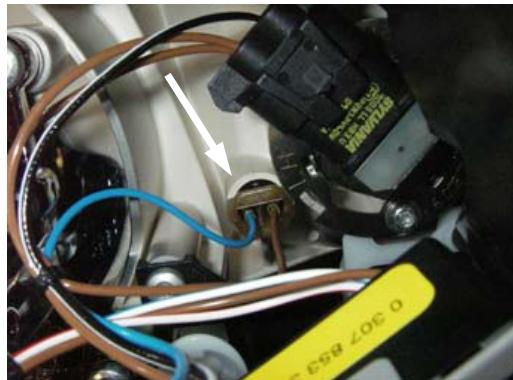

Fig. 7
- Estrarre l'alloggiamento della luce di posizione dal riflettore tirandolo all'indietro (vedere fig. 7).